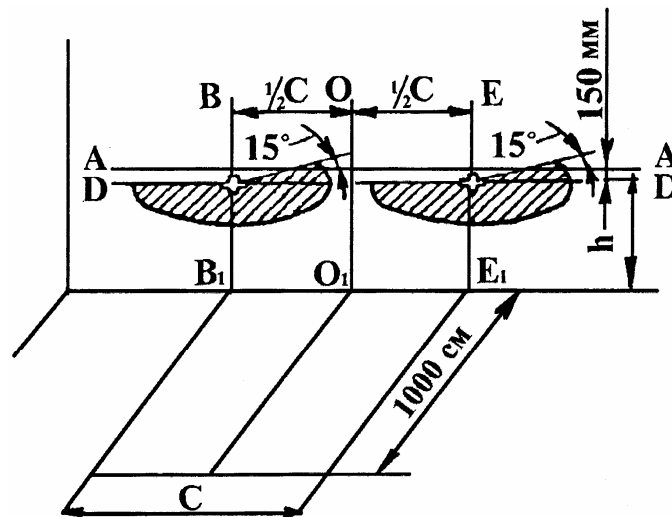

Рис. 16. Разметка экрана и регулировка передних фар
- произведите разметку экрана, как показано на рис. 16. При этом линию центров фар А-А нанесите на экране на расстоянии, равном высоте расположения центров фар над уровнем грунта, а линии В-В₁ и Е-Е₁ на расстоянии С (размер между центрами фар по горизонтали). Расстояние измерьте непосредственно на тракторе. Давление воздуха в шинах при этом должно соответствовать рекомендуемым нормам;